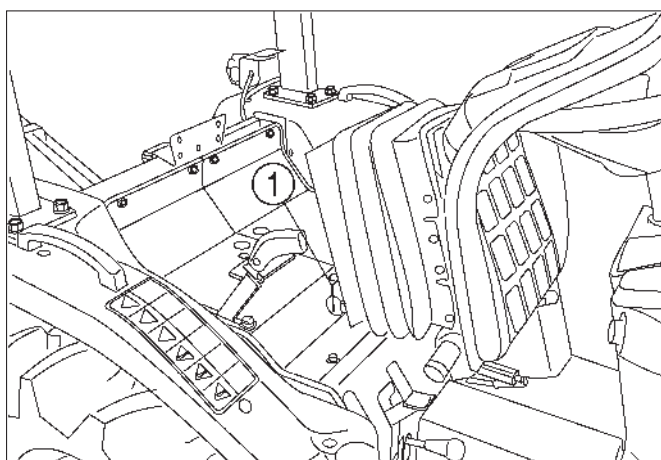

Fig. 75
FIG. 75 & 76: Pour vérifier le niveau d'huile de transmission – Garez le tracteur sur un sol de niveau et retirez la jauge d'huile (1). Le niveau d'huile doit se trouver entre le repère A et l'extrémité de la jauge d'huile B.